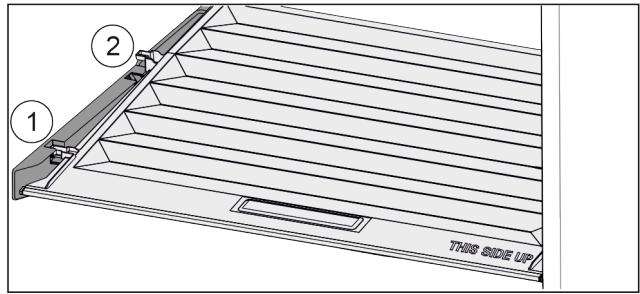

Fig. 40
- ▶ Потянуть крышку до отверстия в поддерживающих деталях вперед Fig. 40 (1).
- ▶ Поднять сзади снизу и извлечь Fig. 40 (2) движением вверх.